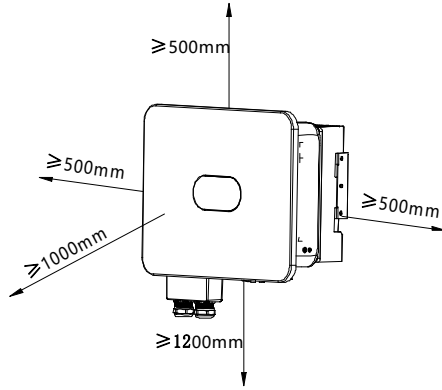

图 4.4 逆变器安装间距
(2) 安装地点周围有足够的预留空间，便于逆变器拆装与空气对流。如图 4.4 所示；